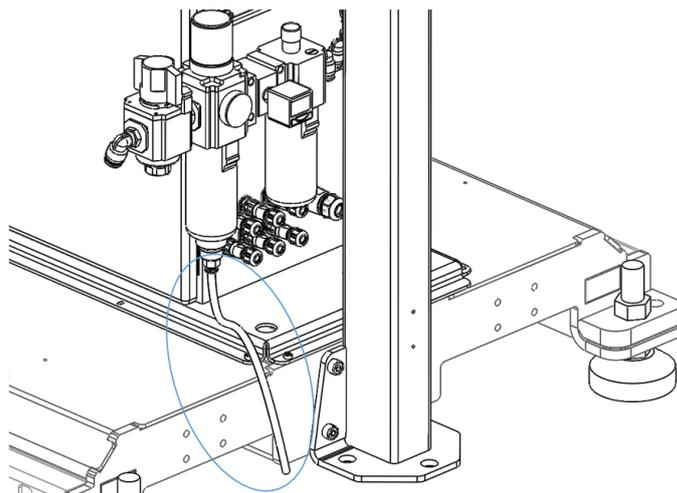

图 3-16: 气管
- 气动组件排水口安装有气管快插接口（ $\varphi 6$ ），可由此处插入气管将气动组件中的水分引至地面或瓶中，如图 3-16 所示。